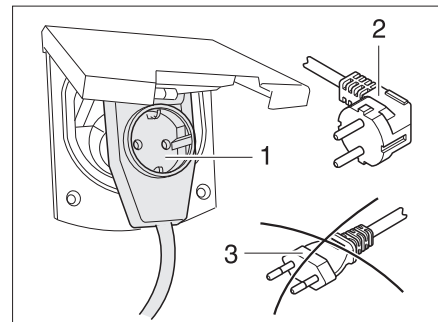

Bild 90 Anschluss an eine Winkelkupplung mit Steckdose
- ▶ Bei Verwendung einer CEE 17 Winkelkupplung mit rückseitig eingebauter Steckdose (Bild 90,1) nur einen gummierten und versiegelten IP 44 Stecker mit Schutzkontakt (Bild 90,2) verwenden. Keine Stecker ohne Schutzkontakt (Bild 90,3) verwenden. Gefahr eines Stromschlages!